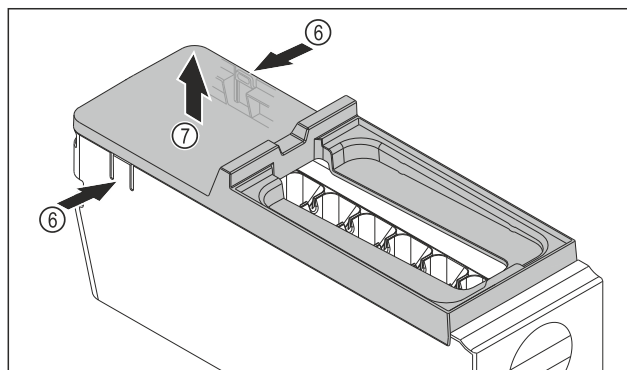

Fig. 172
- Rimuovere la copertura del corpo dell'EasyTwist-Ice: Con una mano, premere le linguette Fig. 172 (6) su entrambi i lati del corpo dell'EasyTwist-Ice.
- Con l'altra mano, estrarre verso l'alto la copertura Fig. 172 (7).